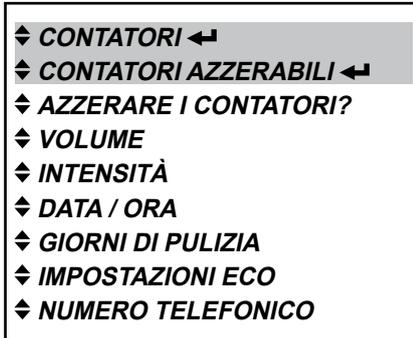

Fig. 33
- Attivare nel modo utente il menu «CONTATORI» oppure il menu «CONTATORI AZZERABILI» e premere quindi il tasto INVIO , per richiamarlo (fig. 33).